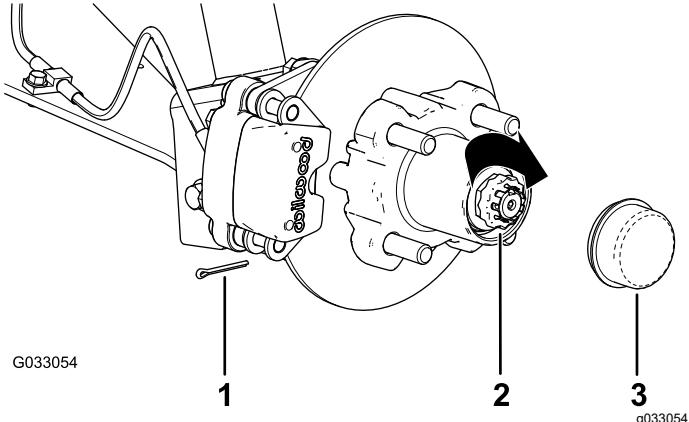

Bild 31
8. Befestigen Sie den Halter über der Mutter und prüfen Sie die Ausfluchtung des Schlitzes im Halter und dem Loch in der Spindel für den Splint (Bild 31).
9. Setzen Sie den Splint ein und biegen Sie jeden Abschnitt um den Halter (Bild 31).
10. Setzen Sie den Staubdeckel auf die Radnabe (Bild 31).